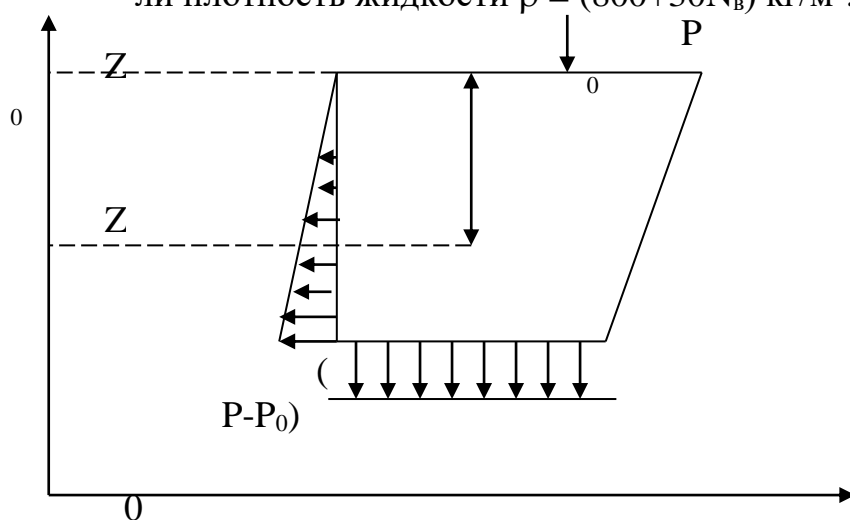

Рис. 2. Эпюра избыточного давления.
- II. Воспроизведите рис.2, объясните вид эпюры избыточного давления, дорисуйте эпюру для наклонной стенки. Найдите избыточное давление на глубине  $h=(3+N_B)$  м в Паскалях, технических атмосферах ( $1 \text{ ат} = 1 \text{ кгс/см}^2$ ), если плотность жидкости  $\rho = (800+30N_B) \text{ кг/м}^3$ . Здесь  $N_B$  – номер варианта.